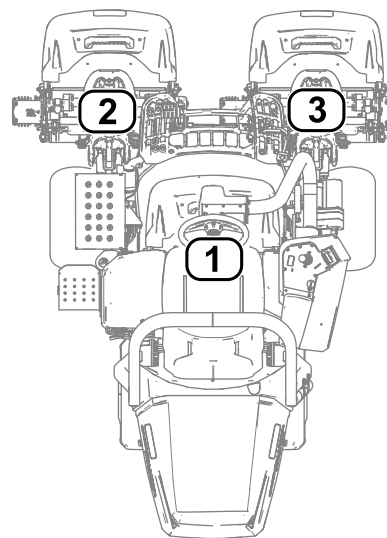

Figura 25
- **1** fa riferimento all'apparato di taglio centrale (Figura 25)
- **2** fa riferimento all'apparato di taglio anteriore sinistro (Figura 25)
- **3** fa riferimento all'apparato di taglio anteriore destro (Figura 25)